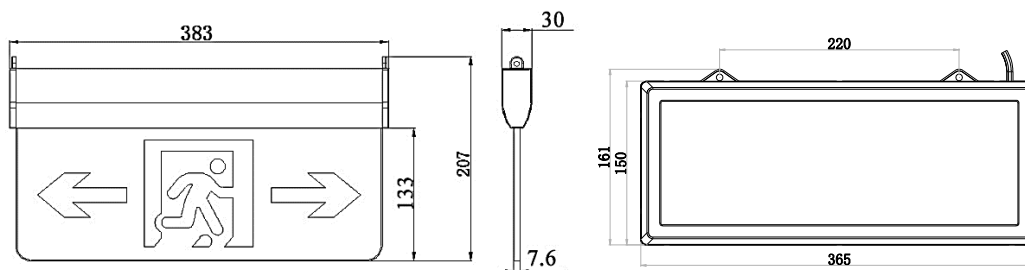

图 30
1.1. 吊装标志灯：外形示意图如图 30 所示，右侧为 N467，左侧为其余型号壁挂标志灯。